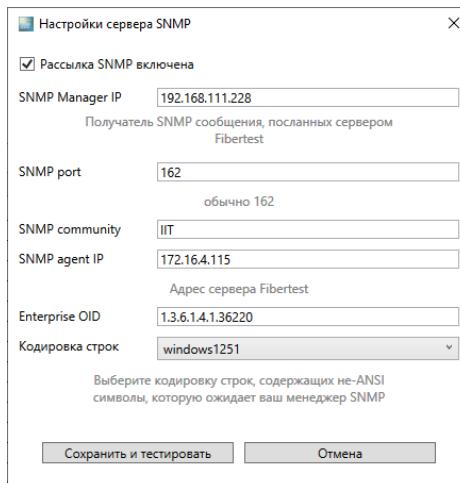

Рисунок 5-7. Окно «Настройка сервера SNMP».
2. В появившемся окне (Рисунок 5-7) ввести следующие данные: